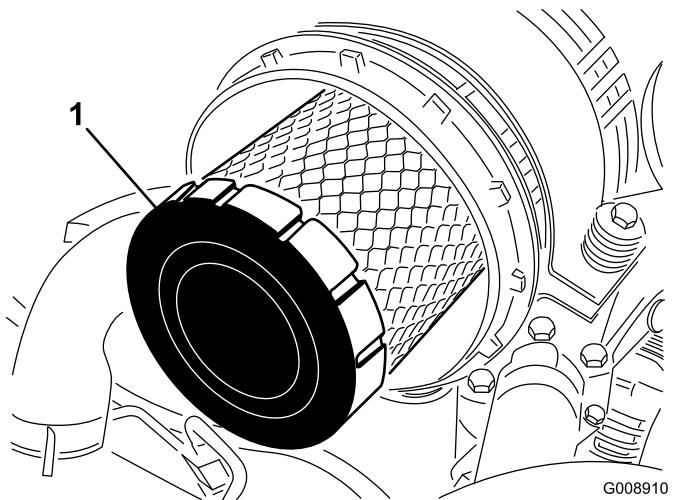

Bild 59
4. Entfernen Sie den Hauptfilter (Bild 59).